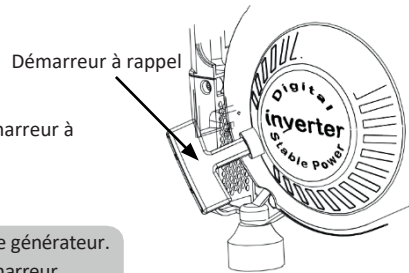

Fig. 8
### Système de démarrage (Fig. 8)
4. Tirez lentement sur le démarreur à rappel jusqu'à ce qu'il s'enclenche, puis tirez vivement. (Fig. 8)